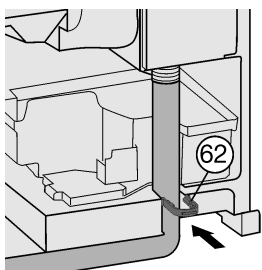

Fig. 19*
- Install the detent clip Fig. 19 (62).*